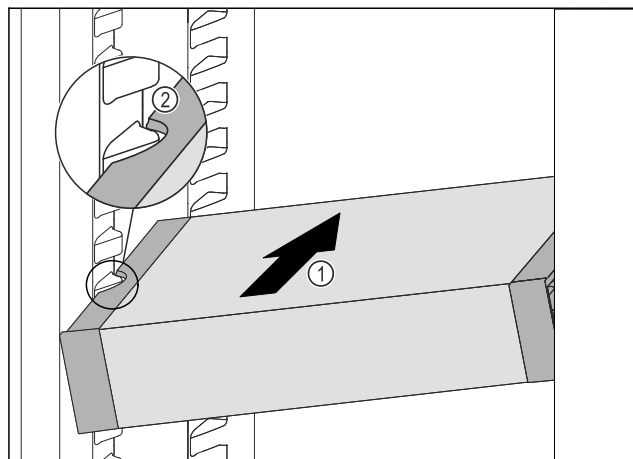

Fig. 99
- ▶ Zasuňte VarioSafe do chladničky pod úhlem tak Fig. 99 (1), aby vybrání na bocích Fig. 99 (2) VarioSafe byla na úrovni žebrování na nádobě v chladničce.